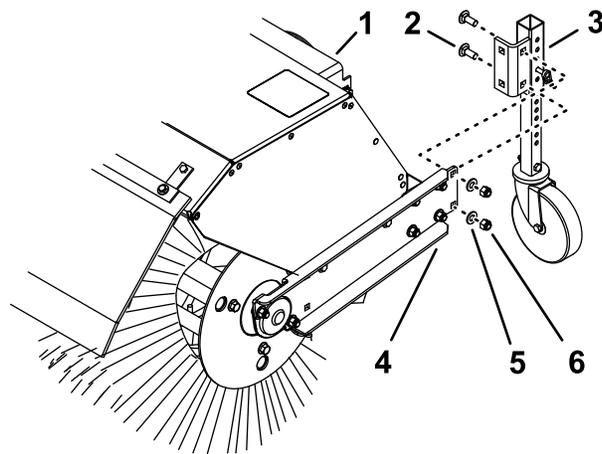

Figure 21
Quand vous travaillez dans la neige, déplacez les roues pivotantes de l'avant du bras de la balayeuse à l'arrière du capot de la balayeuse (Figure 21).
2. Retirez les 2 contre-écrous, 2 rondelles et 2 boulons de carrosserie (Figure 21) qui fixent le support de roue pivotante au bras de la balayeuse.
3. À l'arrière du capot de la balayeuse, alignez les trous du support de roue pivotante avec les trous sur la face interne du bras de la balayeuse (Figure 21).
4. Fixez le support de roue pivotante au bras de la balayeuse avec les 2 contre-écrous, 2 rondelles et 2 boulons de carrosserie (Figure 21).